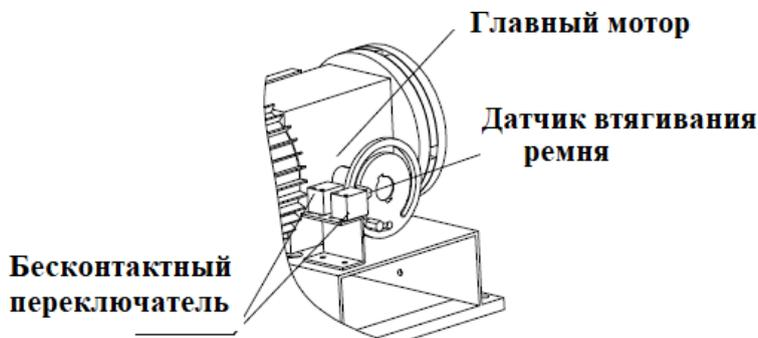

Рис. 18
② Когда два бесконтактных переключателя обнаруживают датчик подачи ленты, как показано на Рис. 18 машина начинает подавать ленту.